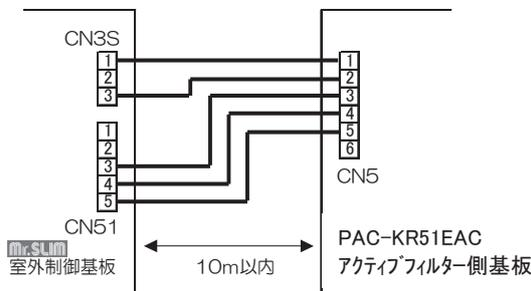
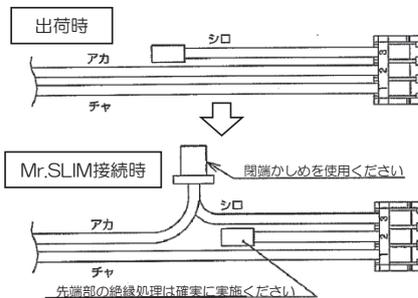

図1
図2
- ①アクティブフィルタ（以下AF）基板側の設定
- ②空調機間信号配線
- ・図1のように、室外制御基板(空調機側)のCN3S(1-3ピン)、CN51とAF基板のCN5を接続ください。
- ・CN3S接続の付属3極コネクタは、図2を参考にして、つなぎ換えを行ってください。
- 1) 配管ドライヤをユニット内に取付ける場合には、スペースに応じて(図1、図2)を参照しドライヤを取付けてください。また、ドライヤ取付けのスペースがない場所には、ユニット外の取付けとなります。(図3)
配管ドライヤ取付図(図1) (ユニット内取付)
配管ドライヤ取付図(図2) (ユニット内水平取付)